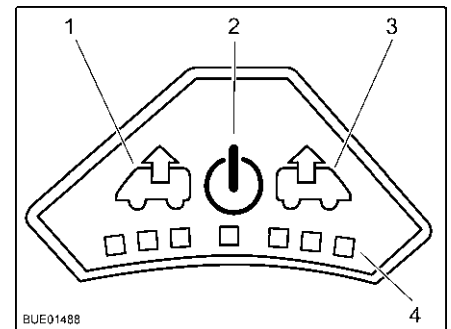

Fig. 93 Panneau de commande du ventilateur
Mise en marche : ■ Appuyer sur la touche Marche/Arrêt (Fig. 93,2). Le ventilateur fonction en mode confort (aération à faible vitesse de rotation).
Ventiler : ■ Pour augmenter la vitesse de rotation du ventilateur, appuyer sur la touche Ventiler (Fig. 93,1). La vitesse de rotation du ventilateur augmente d'un niveau de puissance dans le sens de l'échappement. Les DEL (Fig. 93,4) montrent les niveaux de puissance.
■ Pour réduire la vitesse de rotation du ventilateur, appuyer sur la touche Aérer (Fig. 93,3). La vitesse de rotation du ventilateur diminue d'un niveau de puissance.
Aérer : ■ Pour augmenter la vitesse de rotation du ventilateur, appuyer sur la touche Aérer (Fig. 93,3). La vitesse de rotation du ventilateur augmente d'un niveau de puissance dans le sens de l'aération. Les DEL (Fig. 93,4) montrent les niveaux de puissance.
■ Pour réduire la vitesse de rotation du ventilateur, appuyer sur la touche Ventiler (Fig. 93,1). La vitesse de rotation du ventilateur diminue d'un niveau de puissance.
Mise hors service : ■ Appuyer sur la touche Marche/Arrêt (Fig. 93,2). Le ventilateur s'arrête, les DEL s'éteignent.